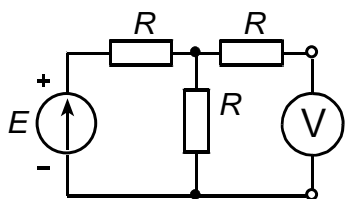

Рис. 1
8. Для приведенной схемы (рис. 1) в общем виде определить: ток входного источника E ; показания вольтметра.